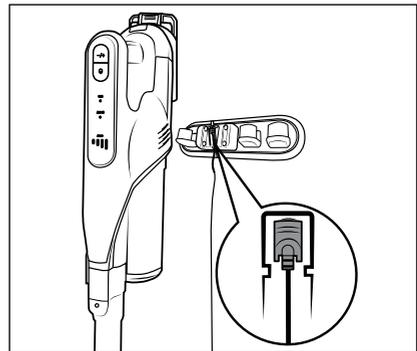

Fig. 6
- ◆ Inserire l'aspirapolvere dall'alto nel supporto a parete **18**, in modo che lo spinotto cavo **11** scivoli nella presa di carica **3** del lato inferiore dell'aspirapolvere portatile. L'indicatore livello batteria **27** inizia a lampeggiare e il processo di carica inizia (vedere fig. 6 e 7).